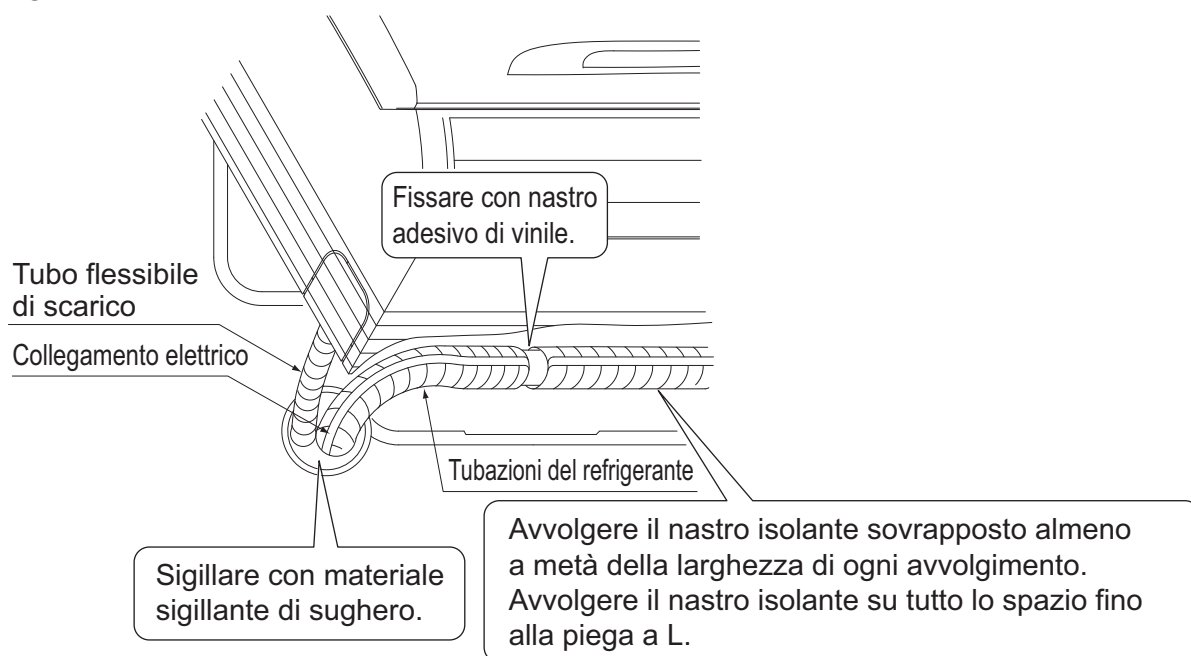

Fig. 12
- (5) Passare il cablaggio dell'unità, il collegamento a terra, e il cablaggio del comando a distanza attraverso la guida del cablaggio e dalla parte posteriore alla parte anteriore dell'unità interna.
- (6) Collegare le tubazioni. (Fare riferimento a "6. POSA IN OPERA DELLE TUBAZIONI DEL REFRIGERANTE" e la Fig. 12)